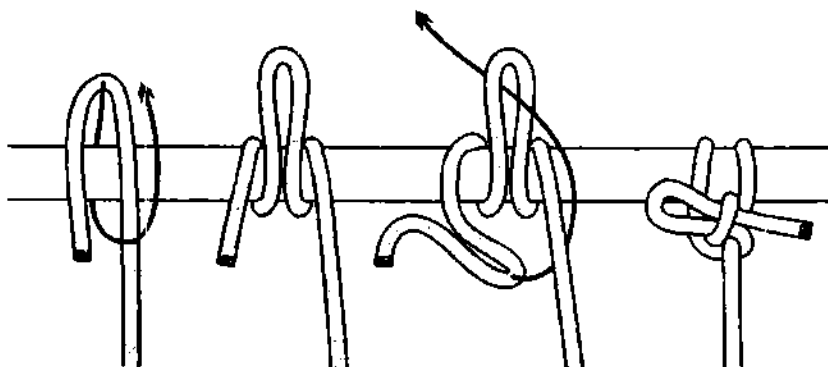
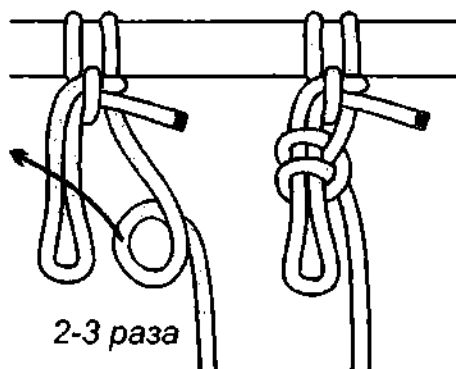

Рис. 567. *Лихой узел*.
Рис. 568. *Лихой узел*, усиленный полуштыками.
*Лихой узел* не рассчитан на сильную нагрузку, с помощью него привязывают лошадей и других домашних животных (рис. 567). *Лихой узел* самый слабый из этой группы узлов. Он выворачивается на больших по диаметру опорах и совершенно не терпит изменение направление тяги. Если связать узел с 2-3 полуштыками на петельке, крепость и безопасность его намного увеличится (рис. 568).